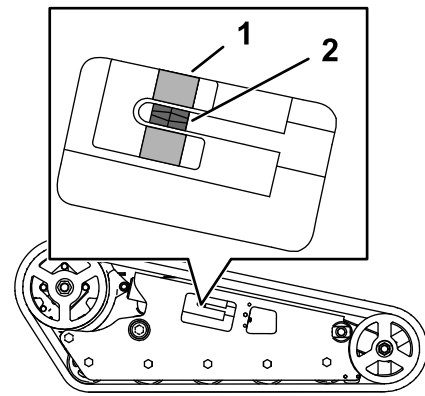

Figure 58
Vérifiez que le bloc de tension est aligné sur le guide vert de l'autocollant ou qu'il se trouve à 1,3 cm de l'arrière de la fente du tube de tension (Figure 58).
4. À l'aide d'un rochet de 1/2 pouce, tournez la vis de tension jusqu'à ce que le bloc de tension soit aligné sur le guide vert de l'autocollant ou se trouve à 1,3 cm de l'arrière de la fente du tube de tension (Figure 58).
- Vérifiez que le bloc de tension est aligné sur le guide vert de l'autocollant ou qu'il se trouve à 1,3 cm de l'arrière du tube de tension pour les deux chenilles (Figure 58). Réglez au besoin.